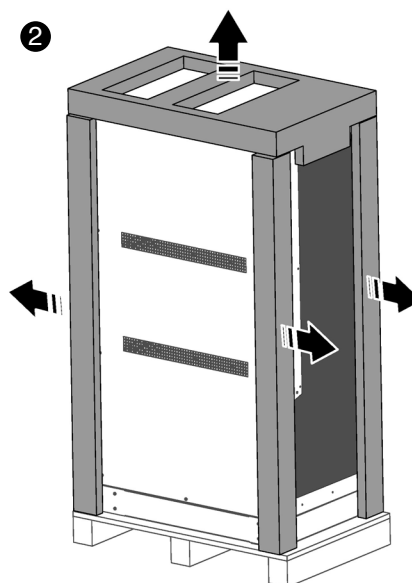

Fig. 29. Extracción de las cantoneras y funda de plástico.
- ❷ Retirar las cantoneras y la funda de plástico (Fig. 29).